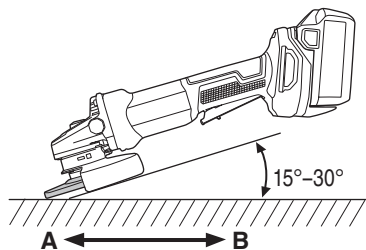

Fig. 16
4. Utilice el ángulo de amoladura apropiado. Realice la operación de amoladura con el borde de la rueda levantando la amoladora de 15 a 30°, como se muestra en la Fig. 16.
5. Mueva la amoladora en el sentido apropiado. Cuando utilice una rueda de disco abombado nueva en el sentido A (Fig. 16), el borde de la rueda puede cortar la pieza de trabajo. En este caso, realice la operación de amoladura en el sentido B (Fig. 16). Cuando se haya gastado el borde de la rueda, la pieza de trabajo podrá amolarse en ambos sentidos.